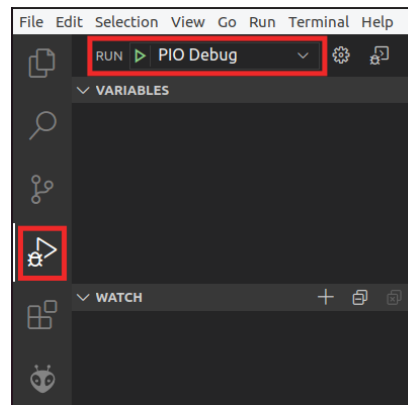

图46. 启动调试器
4. 单击“Run”（运行）按钮。单击播放按钮启动调试器（确保“PIO Debug”（PIO调试）选项已选中）。播放按钮靠近窗口顶部位置（参见图46）。程序将先编译，然后开始调试。PlatformIO在main函数的开头设置了一个临时断点，因此执行将在此处停止。